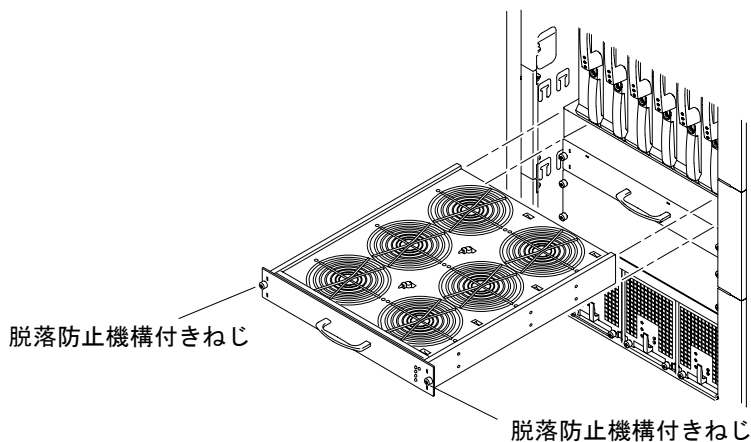

図 6-5 正面ファントレイの取り外しまたは取り付け — Sun Fire 6800 システム
5. ファントレーをスライドさせて取り出します (図 6-5)。